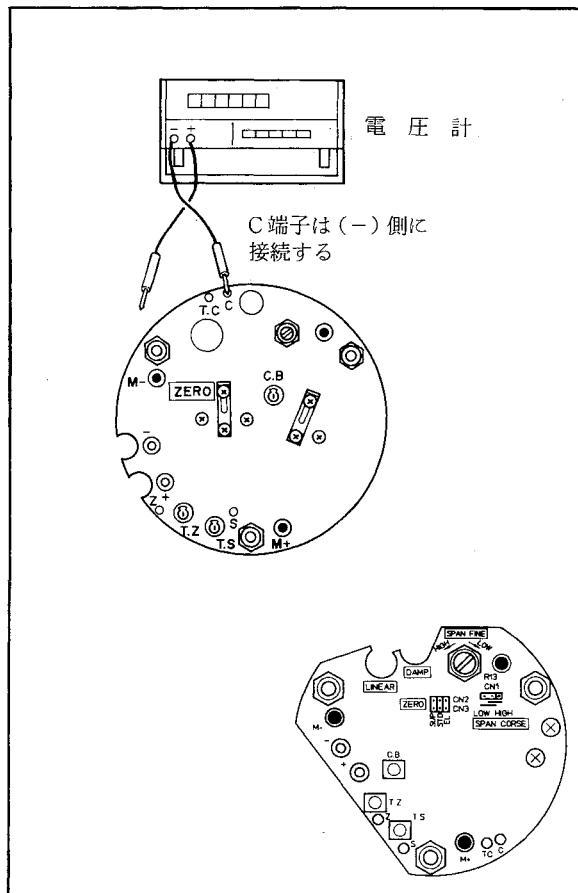

図6.13 温度補償回路のチェック端子
- (2) アンプユニットまたはカプセルアセンブリを交換した場合には、必要に応じ6.4.1項を参照してリニアリティ調整を行なってください。
- (3) C.B.ボリウムを反時計方向に回し切ります(図6.13参照)。
- (4) T.Zボリウムを回しC-Z間の電圧が0±2.5mV D.C以内になるように調整します。
- (5) T.Sボリウムを回しC-S間の電圧が0±2.5mV D.C以内になるように調整します。
- (6) C.B.ボリウムを回しC-TC間の電圧が0±5mV D.C以内になるように調整します。
- (7) 6.4.2項を参照して、伝送器をご使用時の測定レンジに正しく調整します。ただし、測定レンジの0%が正または負方向に遷移している場合には、遷移量を零にしてください。